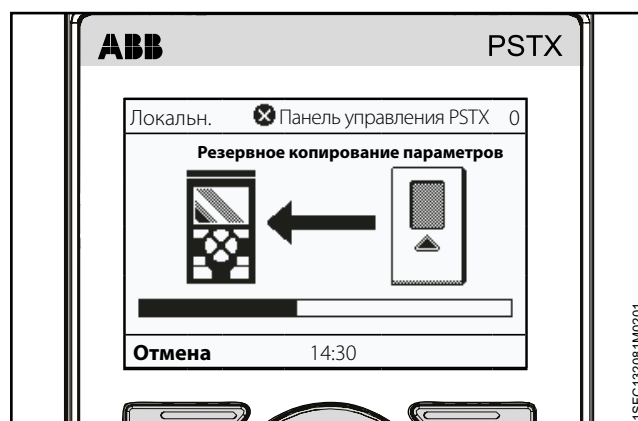

Рис. 6.25
3. Ход загрузки параметров обозначается индикатором, показанным на **Рис. 6.25**. Файлу резервной копии присваивается имя, соответствующее дате его создания (день, месяц, год).